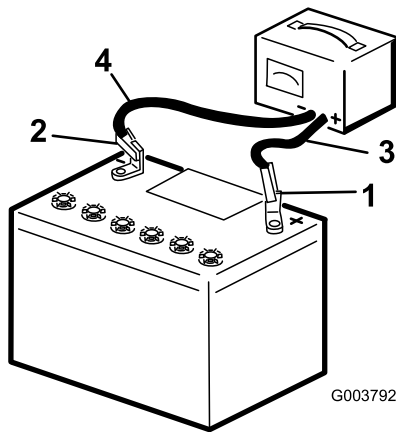

Figura 31
3. Cargue la batería durante 10 a 15 minutos a 25–30 amperios, o durante 30 minutos a 4–6 amperios (Figura 31). No sobrecargue la batería.
4. Cuando la batería esté completamente cargada, desconecte el cargador de la toma de electricidad, luego desconecte los cables del cargador de los bornes de la batería (Figura 31).